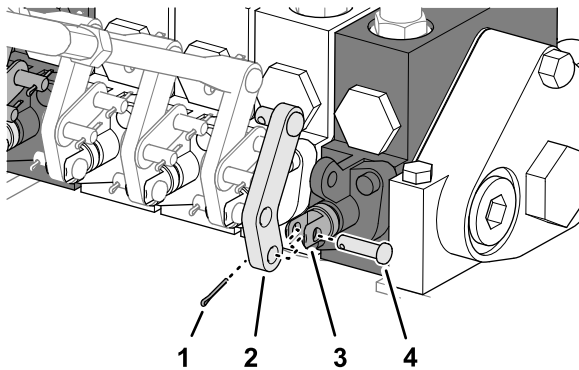

Figura 20
- Alinee el orificio de la palanca de control con los orificios de la horquilla de la válvula de control de la unidad de corte 6 (Figura 20).
- Monte la palanca en la horquilla con el pasador y la chaveta (Figura 20).